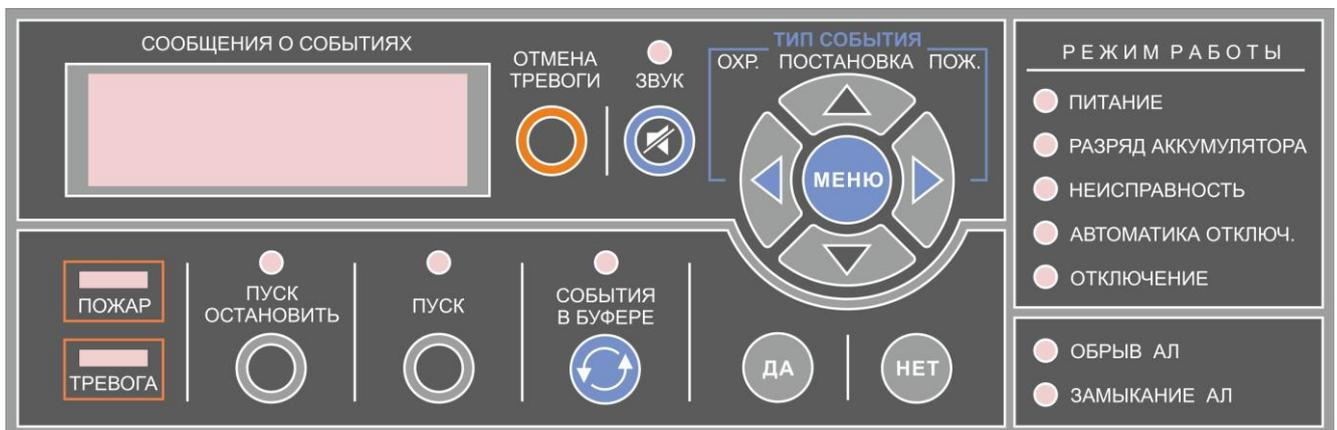

Рис. 12. Органы управления и индикации АПКП «Юнитроник 496М».
4.1. Органы управления и индикации АПКП «Юнитроник 496М» показаны на рис.12.